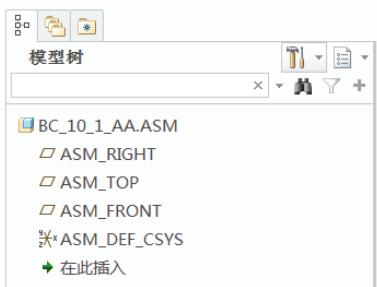

图 10-6 在装配模型树中显示特征等
3) 在“模型树项”对话框中单击“确定”按钮。此时，在装配模型树中便显示出特征，如基准平面特征和基准坐标系特征等，如图 10-6 所示。